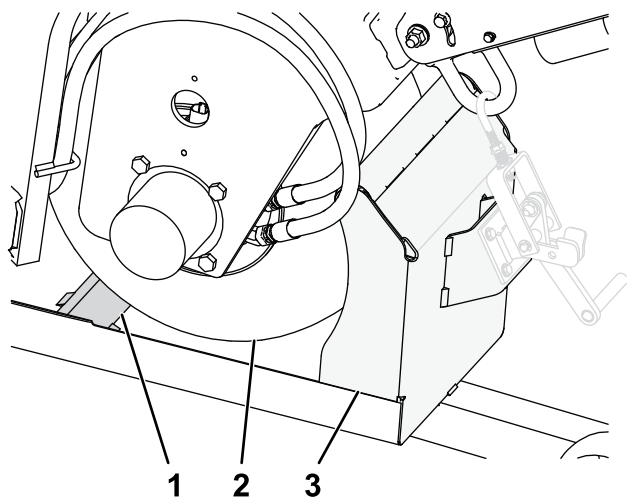

図 5
4. 地面を歩きながら、マシンがランプを上って、前輪が一体型の輪止めの上を転がり、前輪のトレーラーガードに当たるまでゆっくりと誘導する (図 5)。